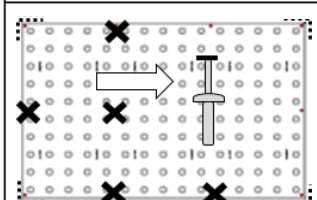

Fig. 4
6. Insert drive pins in all remaining holes and hammer them in moving across the tile in one direction. (Fig. 4) **NOTE: Only drive the pin so that it is even with the head of the anchor.**
6. Inserte los pasadores de impulsión en todos los hoyos y martíllelos moviéndolos a través de la baldosa en una sola dirección. (Fig. 4) **NOTA:** Martille el pasador sólo hasta que esté parejo con la cabeza del anclaje.